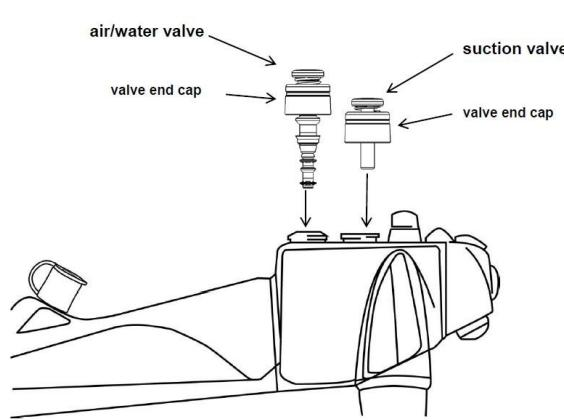

Figure 1
(Cf figure 1)
8. Insérer la valve air/eau dans le cylindre air/eau de l'endoscope Olympus®/Fujinon®/Pentax® (Cf Figure 1)